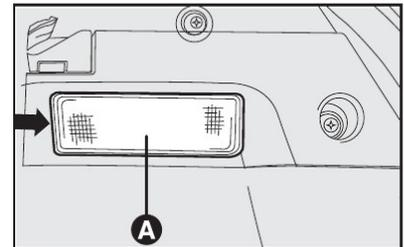

fig. 31
PLAFONIERA DO PORTA-MALAS - fig. 31 e 32
- extrair a plafoniera **A-fig. 31** forçando
- montar o plafoniera **A-fig. 31**, introduzindo-o na sua correta posição, primeiro de um lado e depois no outro lado até perceber o bloqueio.